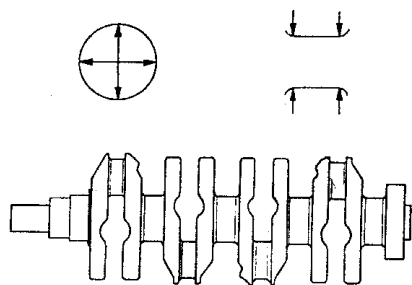

图 2-32 检查轴颈圆度
4) 如图 2-32 所示, 在各连杆轴颈和主轴颈中部的两处位置测量圆度。各轴颈测量值的差值不能超过维修极限。